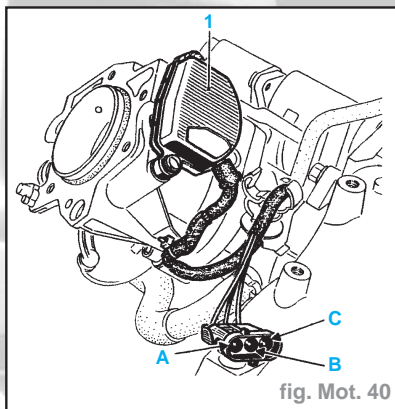

fig. Mot. 40
- Le potentiomètre de position papillon est fixé sur le boîtier papillon et n'est pas réglable (fig. Mot. 40).